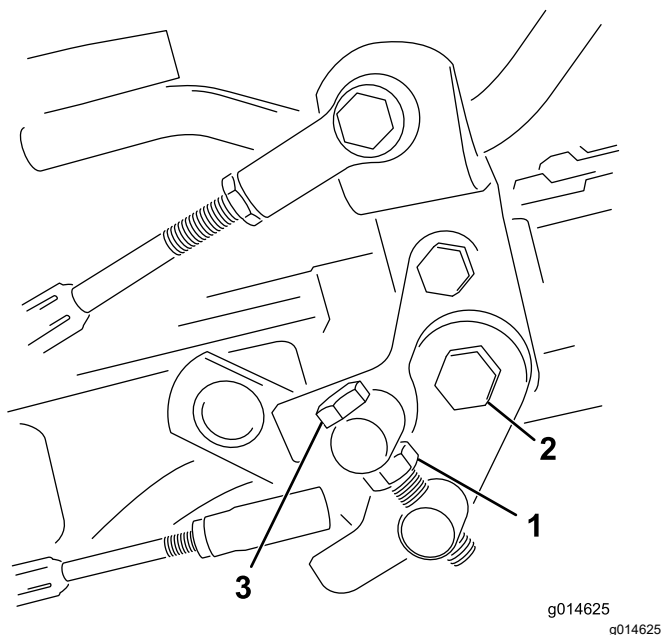

Figura 40
1. Afloje la contratuerca del tornillo de caperuza del muñón (Figura 40).
4. Apriete la contratuerca del perno del muñón y la tuerca de la articulación del pedal para bloquear el ajuste (Figura 40). Compruebe el funcionamiento, y vuelva a ajustar si es necesario.